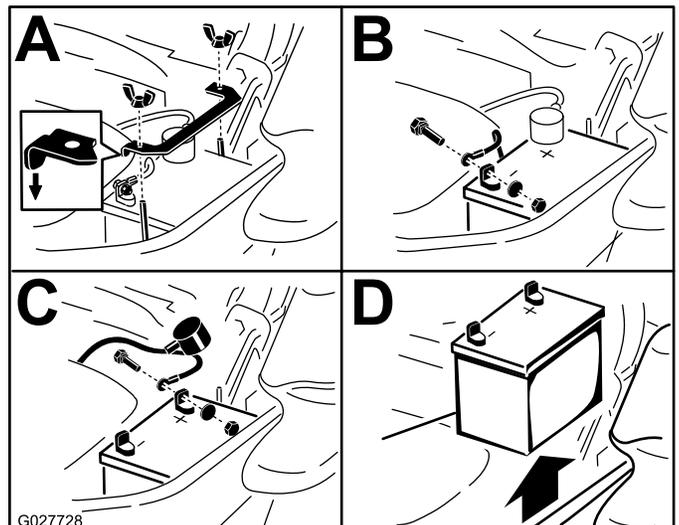

Figura 57
3. Primero desconecte el cable negativo (negro) del borne negativo (-) (negro) de la batería (Figura 57).
4. Retire la cubierta de goma roja del borne positivo (rojo) de la batería y retire el cable positivo (+) (rojo) (Figura 57).
5. Retire la tuerca de orejeta que sujeta la abrazadera de la batería (Figura 57).
6. Retire la abrazadera (Figura 57).
1. Coloque la batería en la bandeja, con los bornes frente al depósito de aceite hidráulico (Figura 57).
4. Fije los cables con 2 pernos, 2 arandelas, y 2 contratuercas (Figura 57).
6. Instale la abrazadera y sujétela con la tuerca de orejeta (Figura 57).